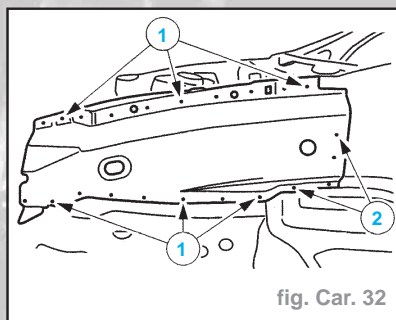

fig. Car. 32
- Mettre en place, fixer et souder le renfort de joue d'aile (fig. Car. 32) :
- effectuer un soudage par points (1).
- souder par bouchonnage (2).